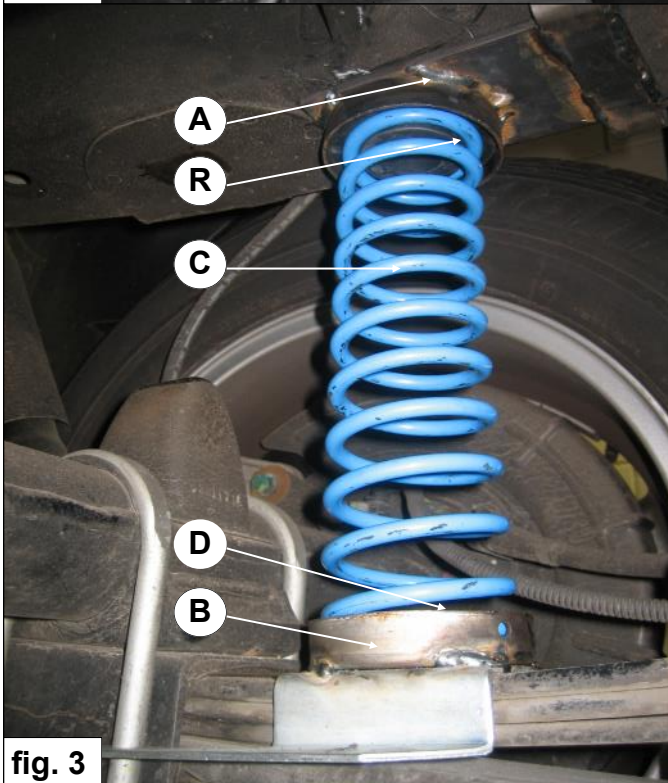

fig. 3
6. Montieren Sie Niveaufeder **C** mit Großen Durchmesser auf Federteller **D**. Drücken Sie der Niveaufeder kräftig nach unten und montieren Sie der Niveaufeder oben auf Gummi **R**. Siehe Bild 3.